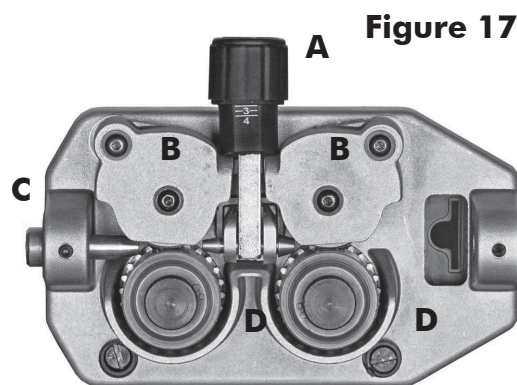

Figure 17
- Desserrer et abaisser le bouton en plastique (A) et relâcher le levier presse-fil (B)(Fig.17). Extraire les résidus de fil éventuels de la gaine guide-fil (E).
- Relâcher le fil de la bobine et le tenir serré avec une paire de pinces de façon à ce qu'il ne puisse pas se dérouler. Si nécessaire, le redresser avant de l'introduire dans le guide d'entrée (C) du fil y introduire le fil en le faisant passer au-dessus du galet inférieur (D) et dans la gaine guide-fil (E).